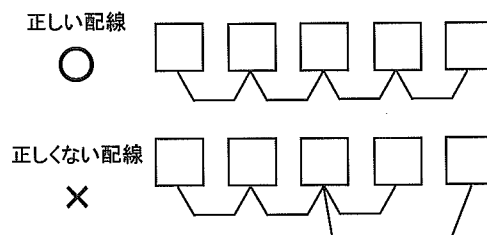

図 3
- 3) RS-485 の伝送路は、各局間を渡り配線してください。タコ足配線(分岐)はできません。(図 3)